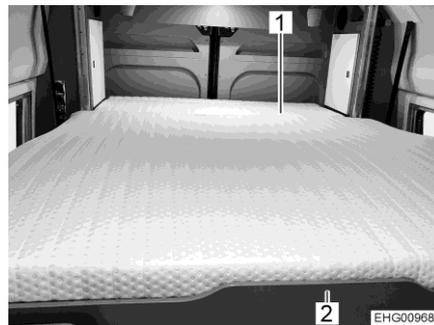

Fig. 68 Cama elevada
- Sujetar la cama elevada por la placa de cama delantera (Fig. 68,2) y bajarla hasta que forme un plano con la repisa fija (Fig. 68,1) en la parte trasera. Alternativamente, bajar la cama elevada a otra posición deseada.